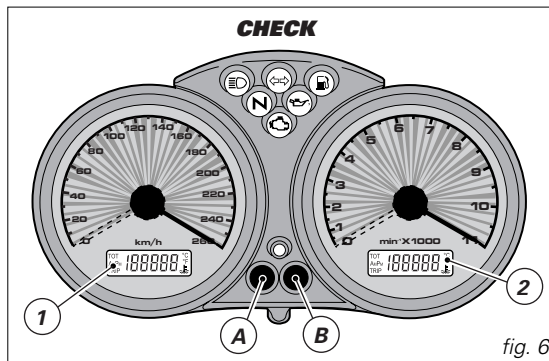

fig. 6
Tournez la clé sur **ON** et appuyez sur le bouton-poussoir (B) (fig. 6) pour alterner l'affichage du totalisateur journalier à celui du compteur kilométrique.
Appuyez sur le bouton-poussoir (B) (fig. 6) pendant plus de 2 secondes, fonction **TRIP** activée (totalisateur journalier), pour la mise à zéro de l'afficheur (LCD 1).
Tournez la clé sur **ON** et appuyez sur le bouton-poussoir (A) (fig. 6) pour afficher l'horloge et la température de l'huile.
Si l'on tourne la clé sur **ON** et l'on appuie sur le bouton-poussoir (B) (fig. 6) dans 5 secondes, chaque pression de cette bouton produira une variation de l'intensité lumineuse du tableau de bord.